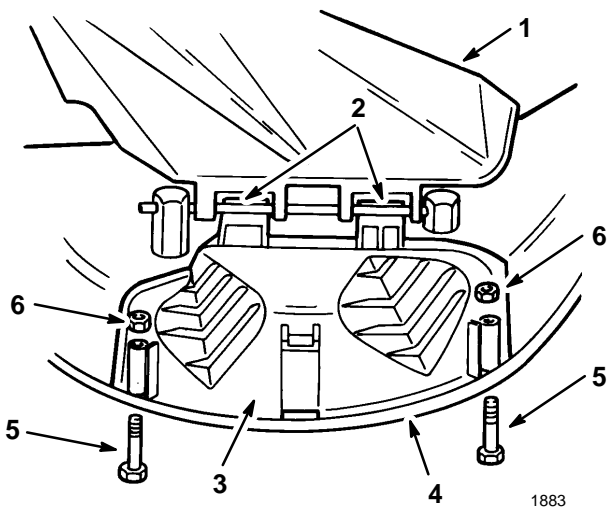

Figure 12
1. Soulever le déflecteur d'herbe et glisser les pattes d'accrochage de l'obturateur d'éjection sous la tige de pivotement du déflecteur d'herbe. Abaisser l'obturateur d'éjection jusque sur le bord inférieur de la tondeuse pour fermer l'ouverture (Fig. 12).
2. Fixer l'obturateur d'éjection au bord inférieur de la tondeuse à l'aide des boulons et des écrous (Fig. 12).